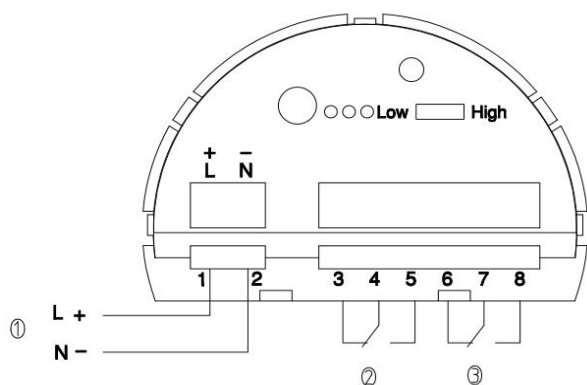
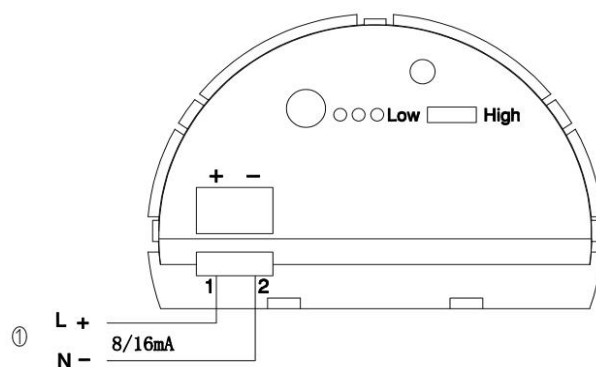

图 7 继电器输出方式
图 8 二线制输出方式
4.3 接线图 7
接线时，请按照如图 7 和图 8 所示的方式进行安全接线。